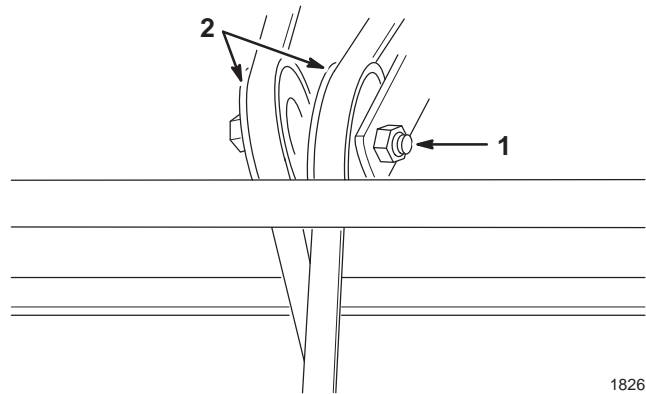

Bild 25
2. Lockern Sie die Mutter und schieben die Riemenscheibe so weit, dass sich die korrekte Spannung ergibt (Bild 25).
4. Schneiden Sie den alten Riemen durch und entfernen ihn (Bild 25).
5. Lösen Sie die Sechskantmuttern auf der Riemenspannscheibe (Bild 25).